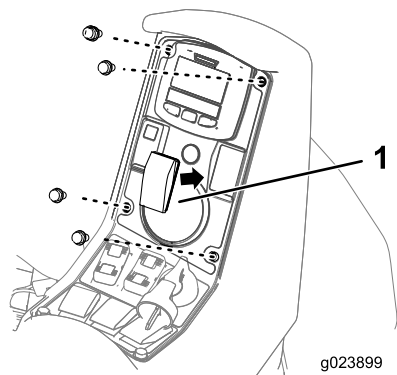

Figure 4
6. Montez l'interrupteur marche/arrêt, comme montré à la Figure 4.
Interrupteur marche/arrêt du traceur – active le compresseur, ce qui génère un flux de mousse vers les deux segments de rampe simultanément (Figure 4).